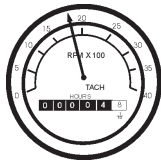

Figure 51. Jauge de tachymètre moteur
12. La **jauge de tachymètre** (Figure 51) indique la vitesse du moteur lorsque le générateur est en marche. Dans des conditions normales de fonctionnement cette vitesse est d'environ 1800 tr/min.